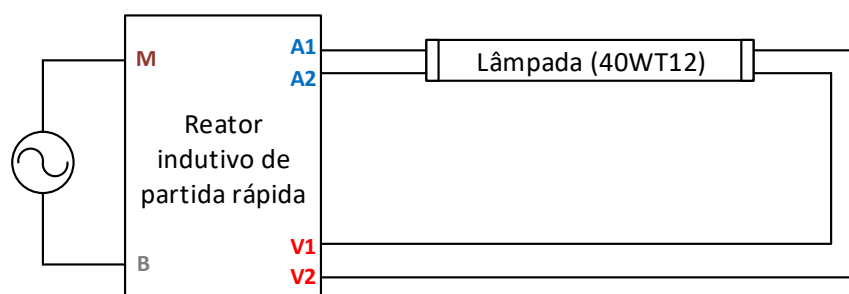

Figura 3 - Lâmpada 40WT12 alimentada por um reator indutivo de partida rápida
A figura 3 mostra o esquema completo da ligação neste caso.
- 1.3.3. Completar todas as conexões indicadas na figura 3 e energizar o conjunto, verificando o funcionamento da lâmpada.